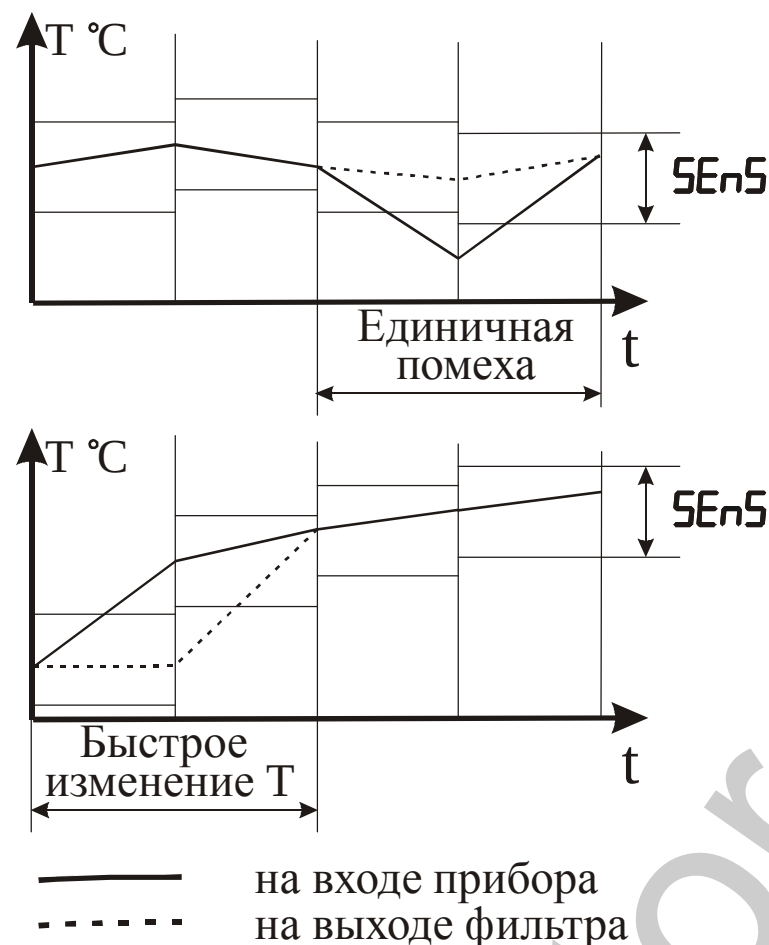

Рисунок 3.8 – Работа фильтра при воздействии случайной помехи и быстром изменении сигнала
3.3.2.7 С целью уменьшения влияния случайных импульсных помех на показания в прибор введена цифровая фильтрация. Работа фильтра описывается параметром “Полоса фильтра”. Если текущее значение температуры отличается от результатов предыдущего измерения на значение, которое превышает указанное в параметре “Полоса фильтра”, то проводится повторное измерение температуры, а на индикаторе остается старое значение (см. рисунок 3.8). О повторном измерении свидетельствует мигание светодиодного индикатора “К” зеленого свечения.